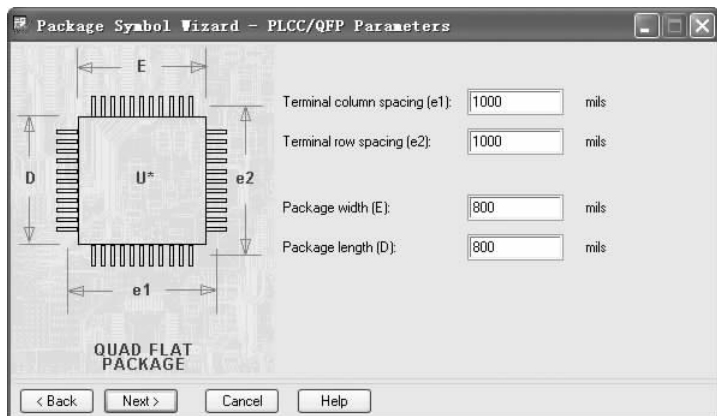

图 9-48 “Package Symbol Wizard – PLCC/QFP Parameters” 对话框
6) 单击 **Next >** 按钮，弹出如图 9-48 所示 “Package Symbol Wizard – PLCC/QFP Parameters” 对话框，定义封装尺寸。